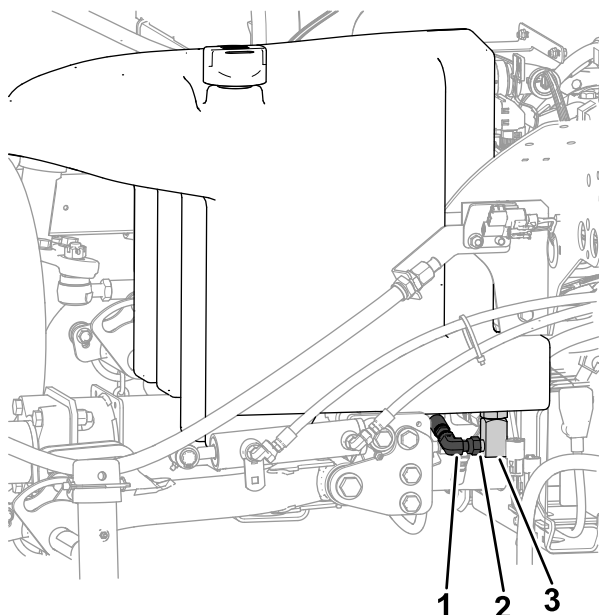

Figure 118
2. Placez un grand bac de vidange sous le collecteur (Figure 118) au bas du réservoir de liquide hydraulique ; voir Capacité de liquide hydraulique : \(page 80\).